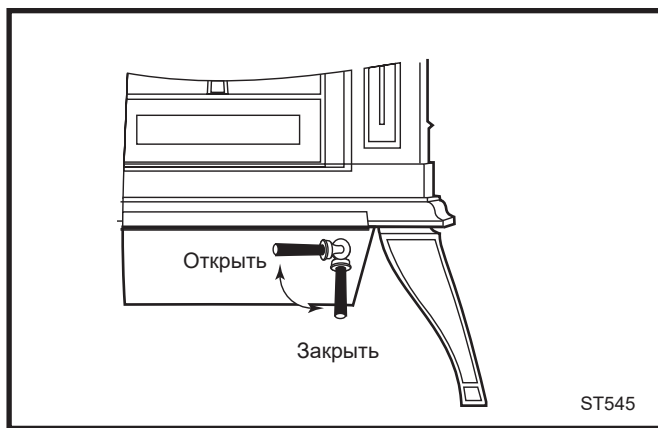

Рис. 40 Поверните ручку дверцы зольника по часовой стрелке, чтобы открыть ее и против часовой, чтобы закрыть
- Закройте решетку или дверцы, откройте задвижку дверцы зольника (рис. 40). Она развернется, выдвинув зольник из печи.
- Верните зольник в первоначальное положение в печи, закройте его дверцу на задвижку (рис. 40).